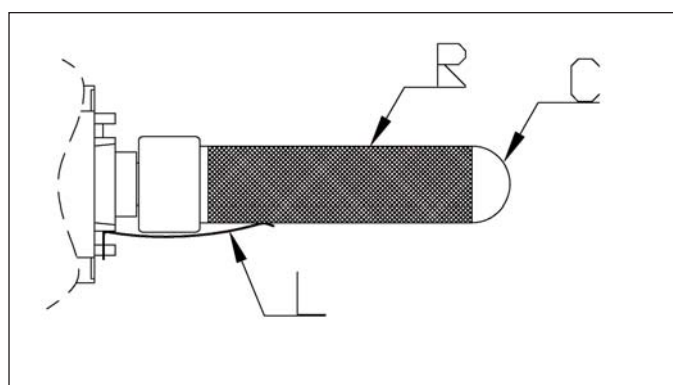

fig. 19
- Svitare delicatamente il condensatore al quarzo (C fig. 19).
- Sfilare la rete (R fig. 19) esterna al tubo: se l'operazione risulta difficoltosa, ruotare leggermente la rete attorno al condensatore al quarzo.
- Gently unscrew the capacitor (C fig. 19).
- Remove the external net (R fig. 19) of the tube: if the operation results to be difficult, rotate slightly the net around the quartz capacitor.
- Controllare che la linguetta (L fig. 19) sia a contatto con la rete metallica e la prema contro il vetro al quarzo del condensatore (C fig. 19).
- Control that the small flap (L fig. 19) touches the metallic net and presses on the quartz glass of the capacitor (C fig. 19).